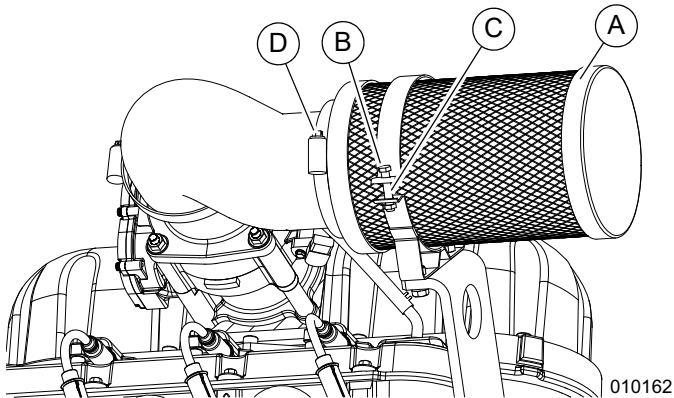

Figure 5-13. Boîtier d'épurateur d'air et élément filtrant
1. Voir Figure 5-13. Retirer l'écrou (B) et la vis (C) du collier de l'épurateur d'air et desserrer le collier de coude (D) pour détacher l'épurateur d'air.